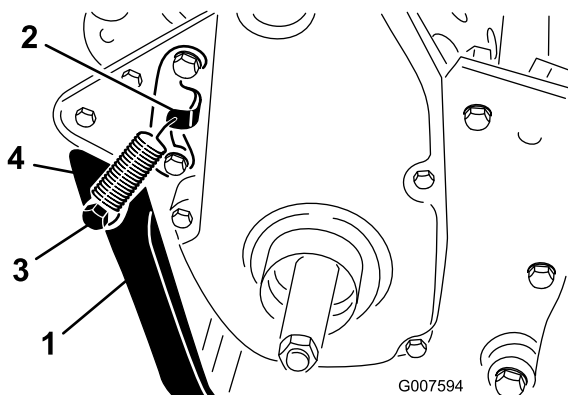

図 6
2. 後フレームについている取り付け穴にキックスタンドを合わせておいて、スプリングを、スプリングブラケットの穴とスプリングスタッドの穴に引っ掛ける図 6。
3. ボルト、ロックワッシャ、スペーサ、平ワッシャ、ロックナットを使って、キックスタンドをフレームの左右に固定する図 6。スペーサは、キックスタンドの取り付け穴に入れる。